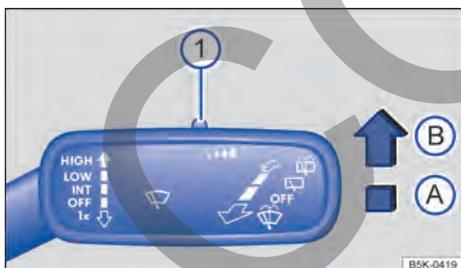

Fig. 78 A la derecha de la columna de dirección: palanca de los limpiavidrios.
Presionar la palanca a la posición deseada → **fig. 78**:
La sensibilidad del sensor de lluvia se puede ajustar manualmente con el conmutador en la palanca de los limpiavidrios → **fig. 78** ① → ⚠.